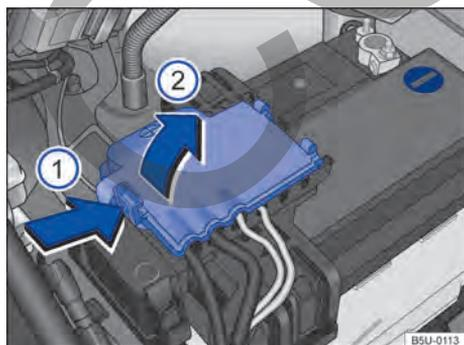

Fig. 191 Compartimento del motor: acceso al terminal positivo de la batería.
- Abrir la cobertura del polo positivo. Para abrir, presionar la traba en el sentido de la flecha → fig. 191 ①, plegar la cobertura hacia el costado en el sentido de la flecha ②.